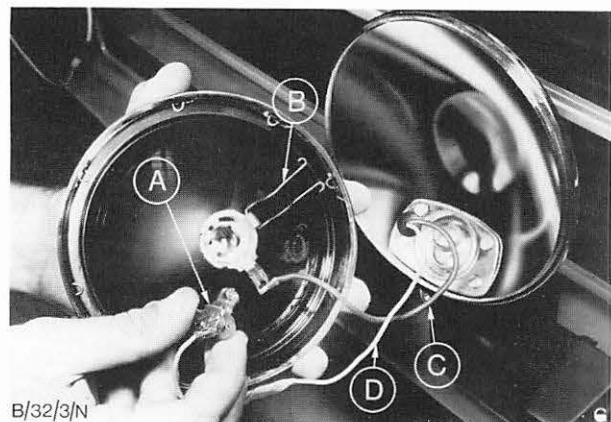

Abb. 36 Glühlampe – Weitstrahler – herausnehmen
3. Federklammer B (Abb. 36) aufklappen und Lampe A aus dem Reflektor herausnehmen.
4. Massekabel C (Abb. 36) vom Reflektor abklemmen und Weitstrahlerglas kompl. entfernen.